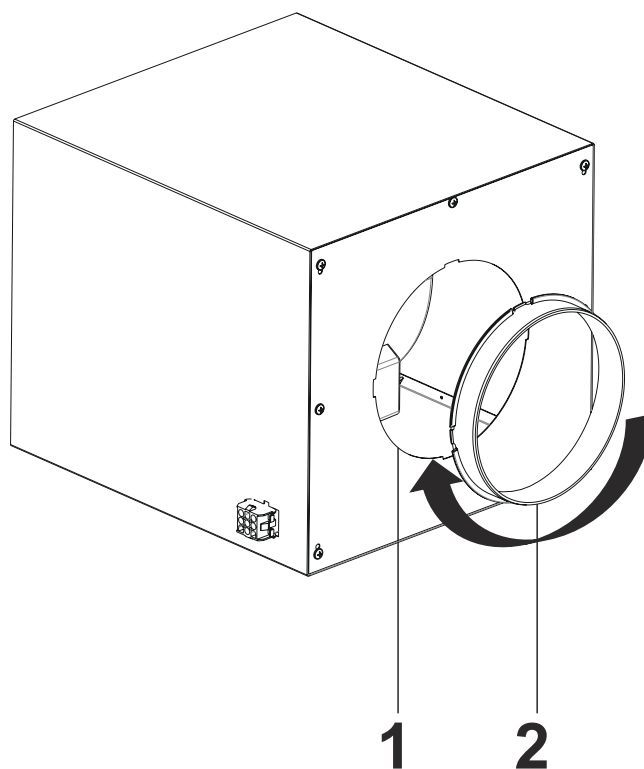

Fig. 21
**4.** ➔ Sätt in Ø150mm utsugsstosen i det runda hålet och vrid fast det medurs (Fig. 21).